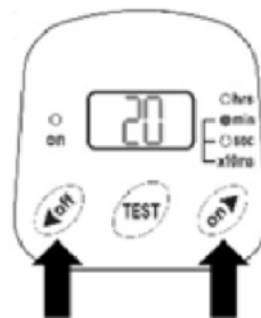

Abb. 7: OFF-Zeit ändern
2. Um die OF-Zeit zu verändern, die *ON-* oder *OFF-Taste* betätigen (siehe Abbildung 7).